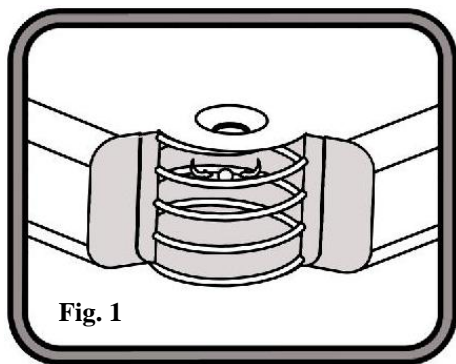
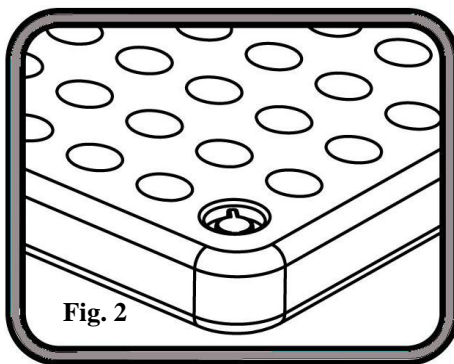

Fig. 1
Fig. 2
2. Zoek de ingebouwde voetspomp (**Raadpleeg de structuur van de pomp zoals in Afb. 1**). **De gevulde PVC-zijde moet worden omgekeerd tijdens het opblazen.** Zie Afb. 2
2. 内置脚踏泵定位（请注意内置脚踏泵的结构如图 1 所示）在充气过程中植绒面要朝上。如图 2 所示。